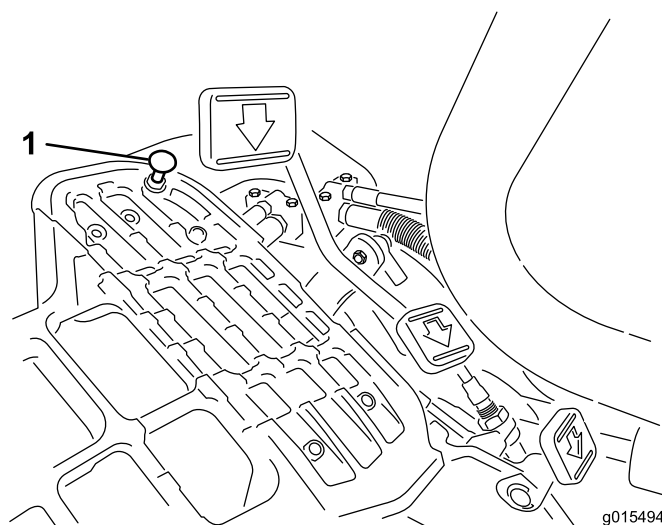

図 48
走行ペダルを踏み込んでみてください。ケーブルに張力が掛かる前にペダルがストップ（図 48）に当たる場合には調整が必要です。
1. ペダルストップをフロアプレートに固定しているフランジヘッドロックナットをゆるめる（図 48）。